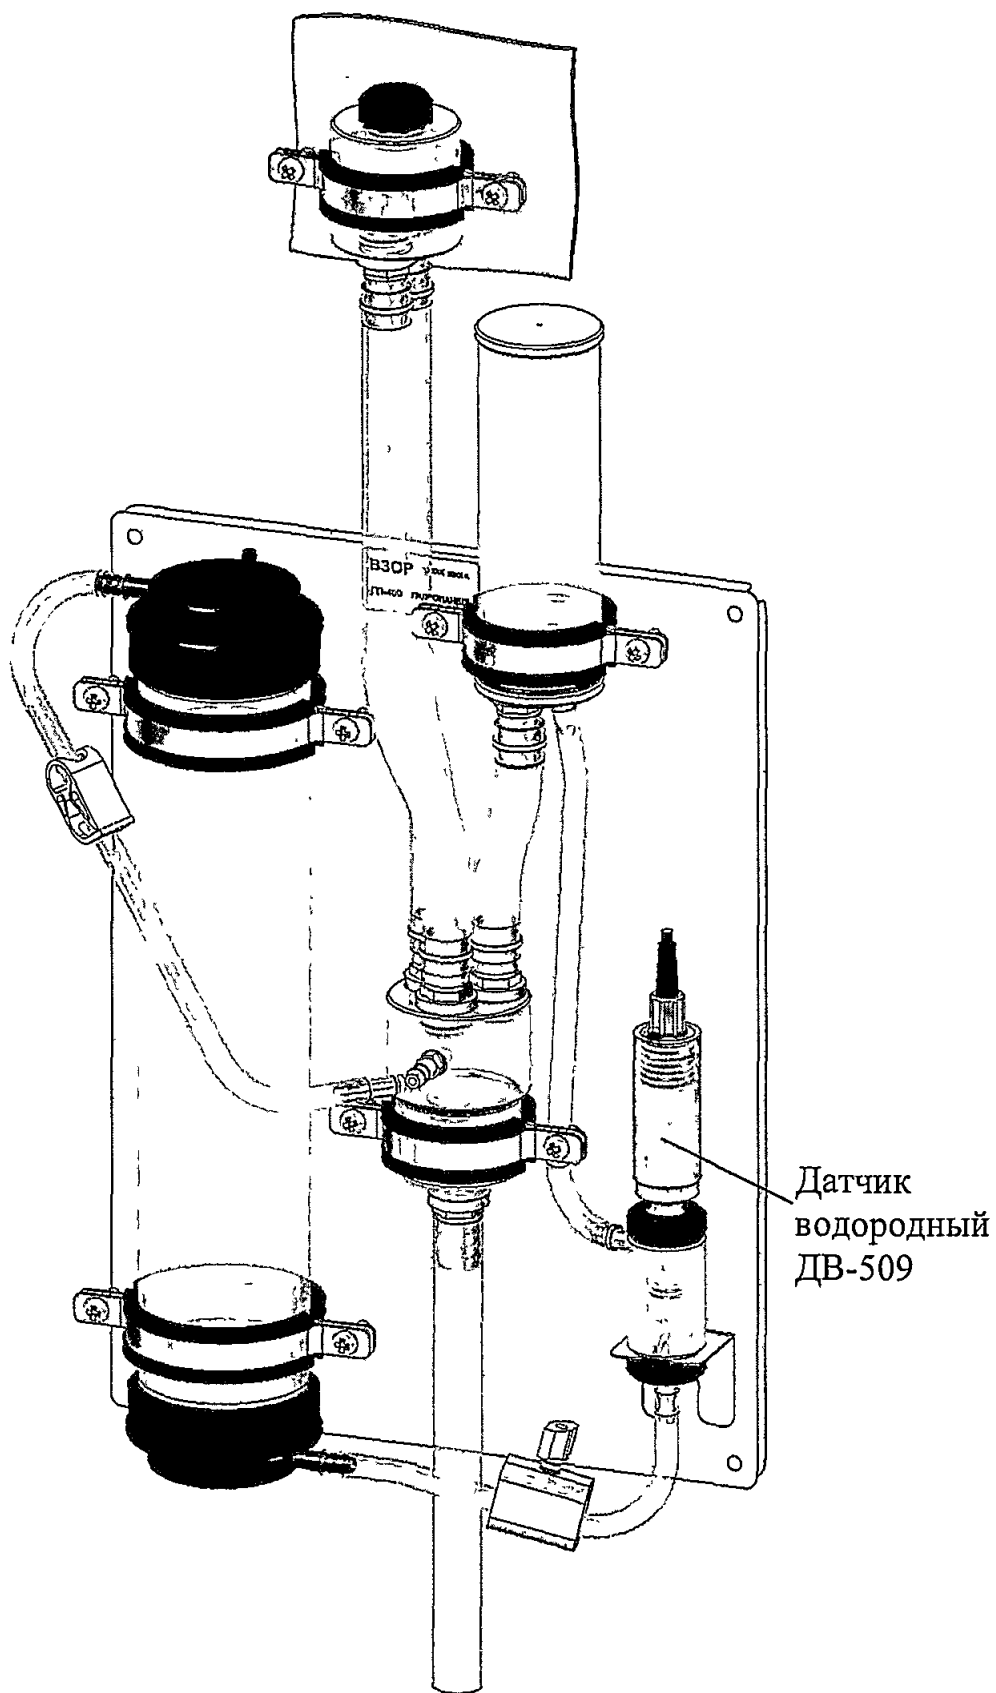

Рисунок 2.8 – Гидропанель ГП-409 с установленным датчиком водородным ДВ-509
- от 0,08 до 5,00 дм³/мин датчик установить в соответствии с руководством по эксплуатации на гидропанель ГП-409 BP37.04.100PЭ (рисунок 2.8) либо на гидропанель ГП-409С BP37.62.000PЭ.